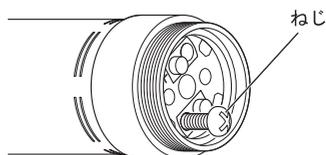

図 10
- 3) 取り外したねじ穴へ新しいカーボンブラシに同梱されたねじを 2～3 回ねじ込んで引き抜きます（図 10）。